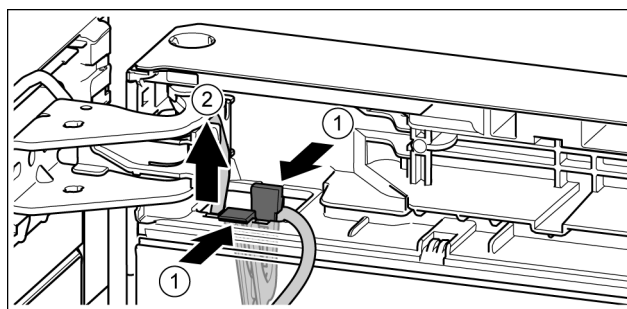

Fig. 20
- ▶ Нажать на соединительную накладку. Fig. 20 (1)
- ▶ Вынуть держатель кабеля с закрепленным на нем кабелем. Fig. 20 (2)